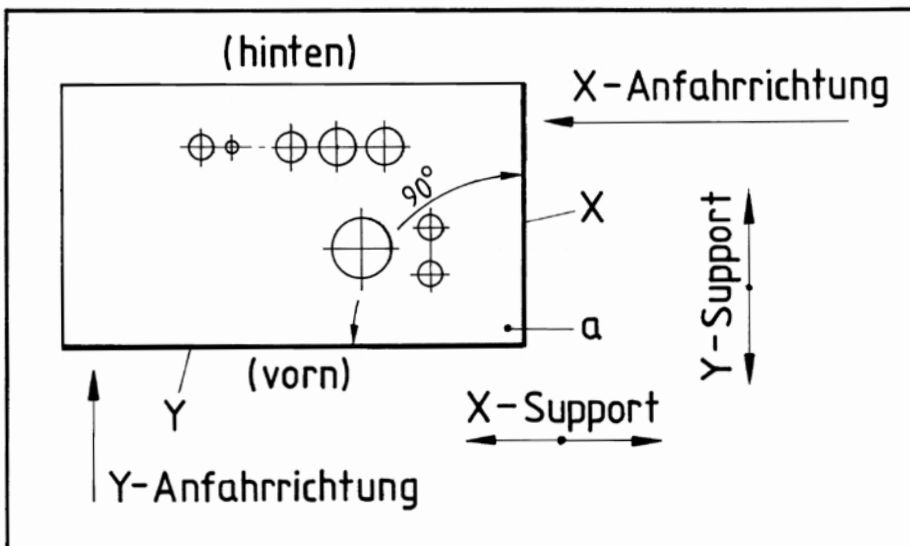

Abbildung 1)
In eine rechteckige Platte nach Abbildung 1 sind Bohrungen einzubringen. Bei Spannung im Maschinenschraubstock soll die obere Fläche die Schraubstockbacken etwas überragen, damit man die „Startkanten“ (X) und (Y) „anfahren“ kann, wie es der Fachmann nennt. Wichtig ist, dass diese beiden Kanten einen Winkel von 90 Grad bilden, gut entgratet sind und auch senkrecht stehen. Bei einer Platte, die ich später noch einmal einspannen will, markiere ich die 90-Grad-Ecke mit einem Körnerschlag (a). Diese Ecke ist stets rechts-unten. Mit dem Anfahren wollen wir die Frässpindel-Mitte exakt über die beiden Kanten (X und Y) richten. Das muss aber in zwei bestimmten, für jeden Support stets gleichen Anfahrrichtungen geschehen. Für die X-Richtung hier von rechts nach links (X-Anfahrrichtung) und in der Y-Richtung von vorn nach hinten (Y-Anfahrrichtung). Alle Bohrwerkzeuge bewegen sich von nun an nur noch in diesen Richtungen auf die Bohrungsmitten zu. Umgekehrt wäre falsch, denn in jedem Tischantrieb (ausgenommen Kugel-Umlaufspindeln, die nur für CNC-Maschinen sinnvoll und nötig sind) ist so genannter toter Gang. Die Größe dieser Bewegungsluft ist für die Genauigkeit der Arbeit völlig bedeutungslos und kein Qualitätsmangel für eine Maschine. Wünschenswert ist nur, dass der tote Gang nicht zu groß ist. Man sollte ihn auch in etwa kennen. Mit einer Ständer-Messuhr ermittelt man, wie viele Zehntelmillimeter „es dauert“, bis sich der Tisch nach einer Drehumkehr der Supportkurbel wieder in die andere Rich-
Bis zur Fertigstellung aller Bohrungen werden die „Nullungen“ der Skalenringe nicht verändert. Beim Anfahren der Bohrungsmitten fährt die Frässpindel zum Beispiel in der X-Richtung immer von rechts nach links. Dass sich der Frästisch dabei strenggenommen von links nach rechts bewegt, übersieht man! Es hat sich bewährt, dass man die Frässpindel, also das Werkzeug, beobachtet. Bei der Y-Richtung bewegt sich das Werkzeug von der Startkante (Y in Abbildung 1) immer von vorn nach hinten.